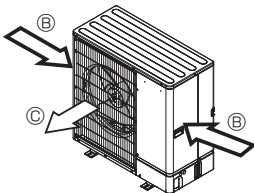

Fig. 2-6
- ③ Placez l'appareil de sorte que la sortie d'air souffle dans la direction perpendiculaire à celle des vents saisonniers, tant que possible. (Fig. 2-6)